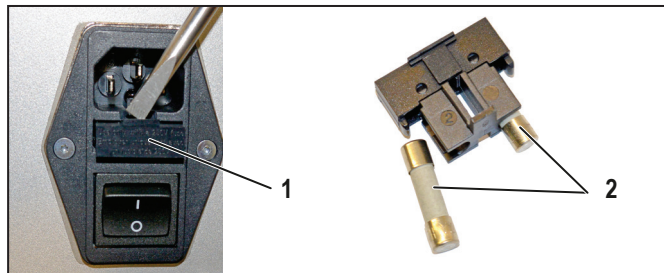

Figure 8.3 Fusibles
- ▶ Soulevez le compartiment à fusibles (Figure 8.3, 1) avec un tournevis pour vis à tête fendue pour le sortir de l'unité de filtre secteur.
- ▶ Remplacez les deux fusibles (Figure 8.3, 2) par des neufs (2 x T2AH250V).